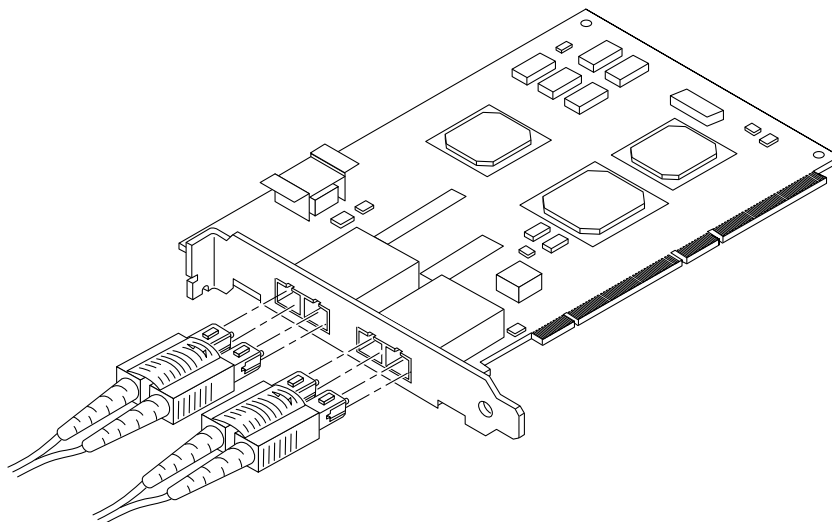

FIGURE 1-4 Connexion d'un câble en fibre optique à un connecteur OT
5. Insérez le connecteur du câble à fibre optique dans le connecteur OT jusqu'à entendre un déclic (FIGURE 1-4).
Attention – Les câbles en fibre optique sont dotés de connecteurs avec codes couleurs, qui peuvent exclusivement être branchés dans des connecteurs OT, comme le montre la FIGURE 1-4.